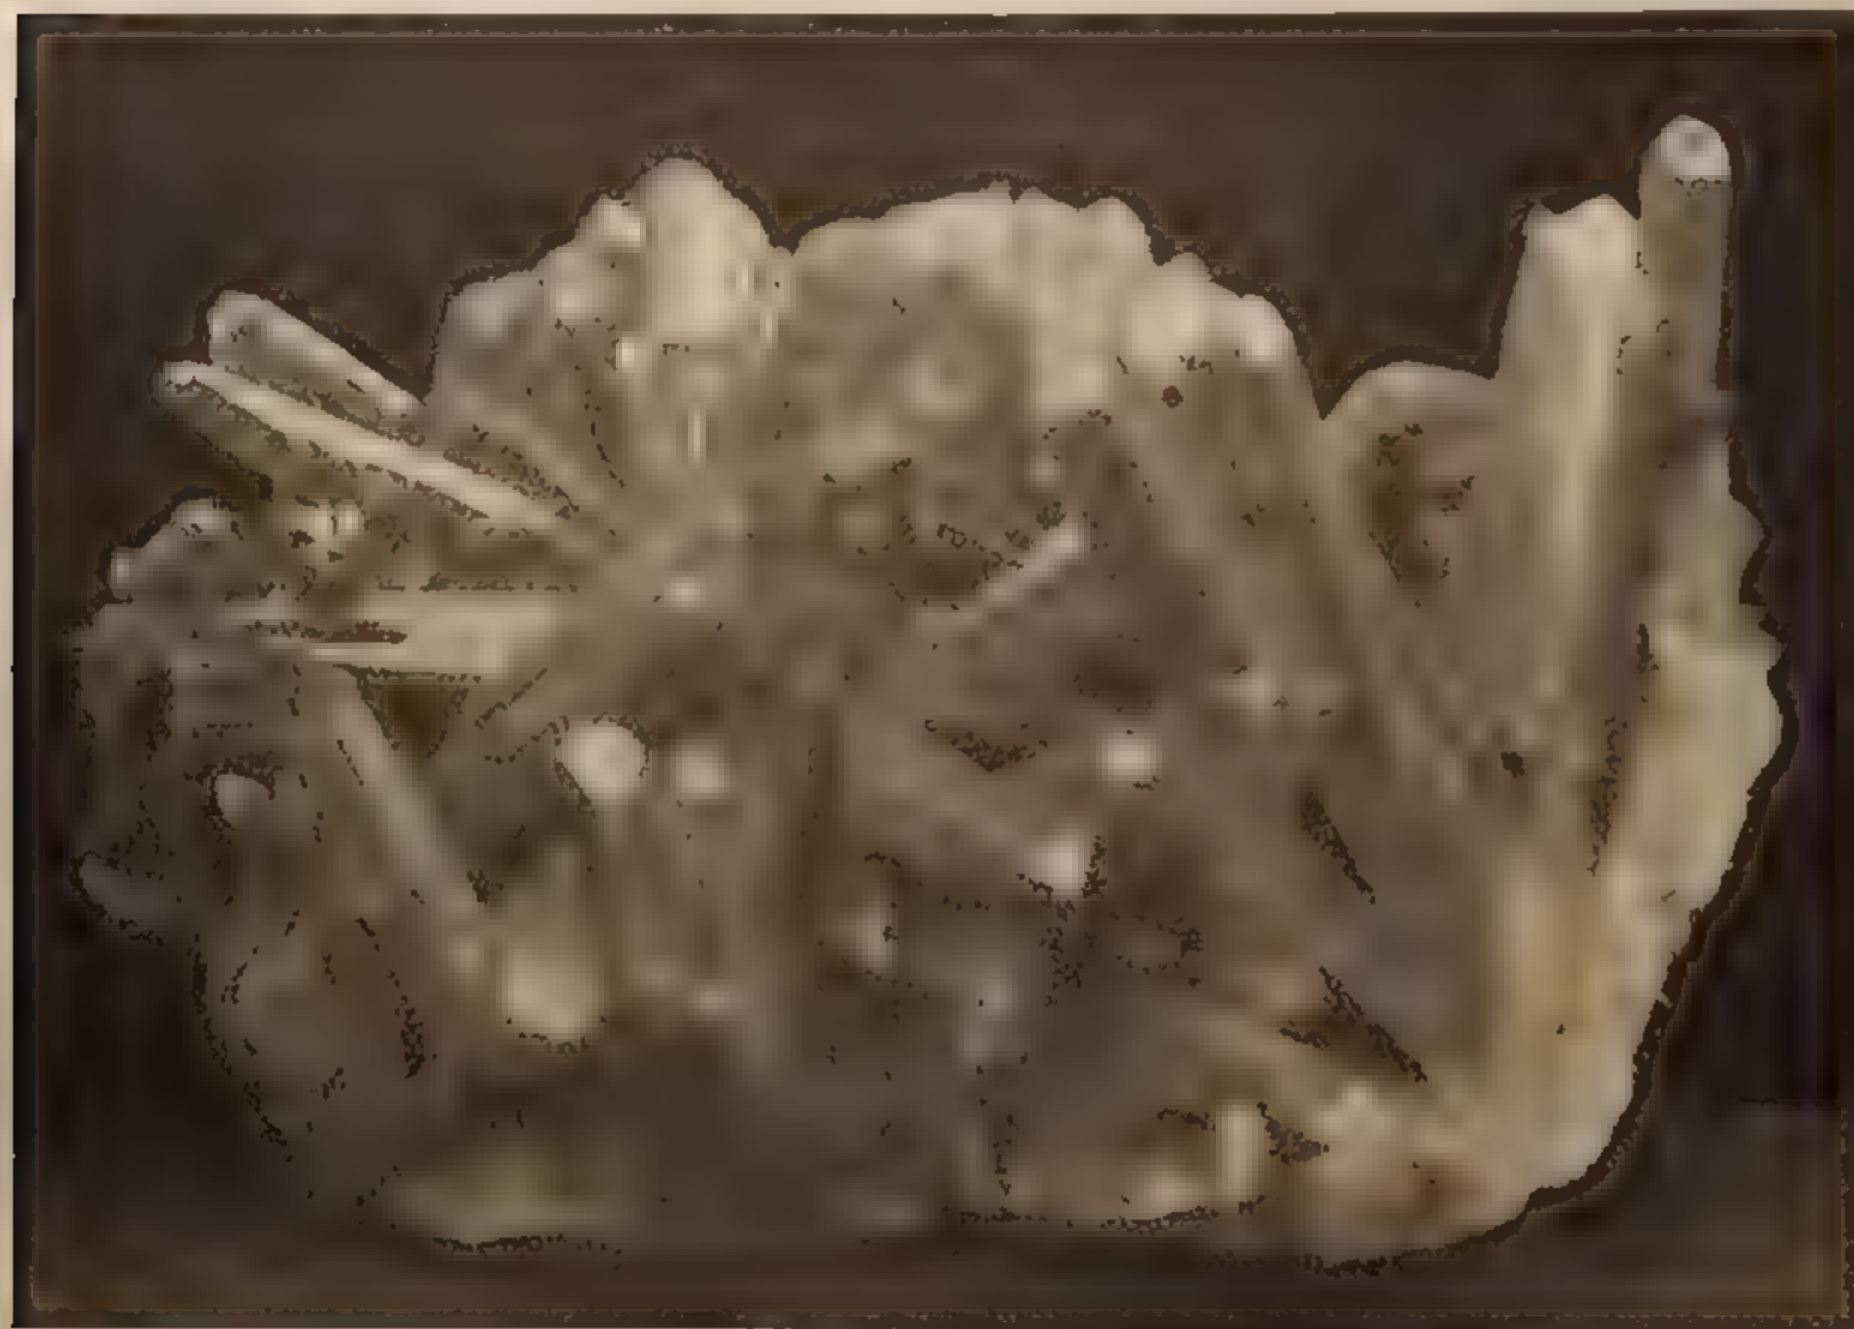

FIG. 119. - Gruppo di cristalli di quarzo.
I. VARIETÀ IN CRISTALLI. — *Cristallo di rocca*, è la forma tipica pura, limpidissima, trasparente. Da noi se ne trovano dei bellissimi in geodi nel marmo bianco di Carrara; meno limpidi al Gottardo (fig. 119), sul M. Bianco, nell'Isola d'Elba. Si usa per fare lenti, obbiettivi, ed altri istrumenti ottici.